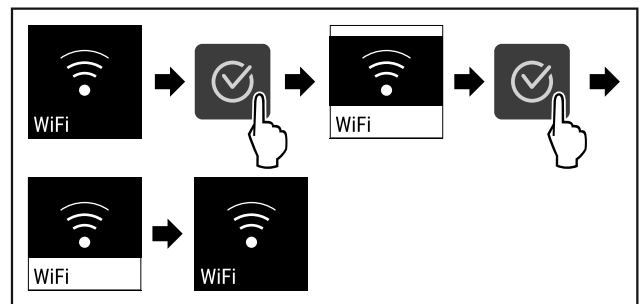

Fig. 77
- ▶ Suorita toimenpidevaiheet (katso Fig. 77) .